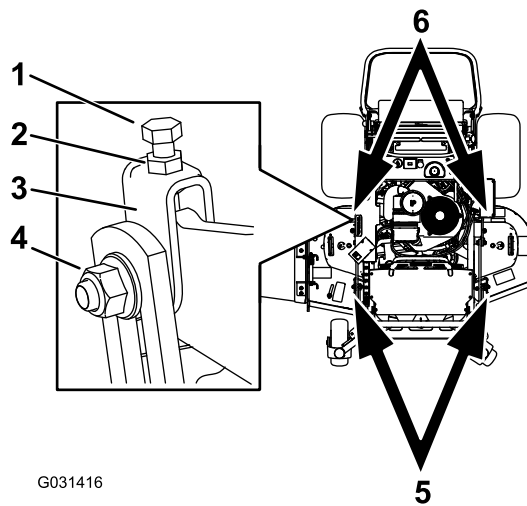

**Figura 89**
2. Coloque una cuchilla en posición longitudinal. Mida en las posiciones **A** y **B** desde una superficie nivelada hasta el filo de corte de los extremos de la cuchilla (Figura 89).